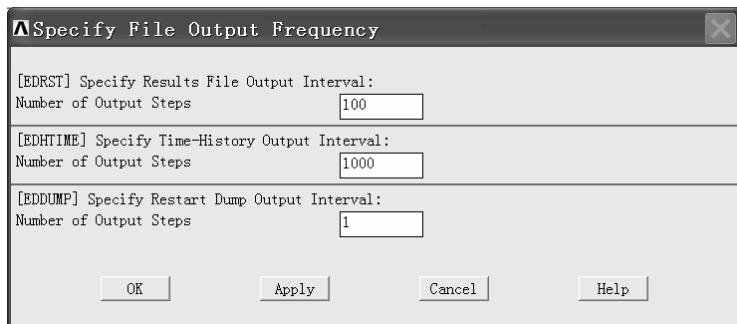

图 3-191 “Specify File Output Frequency” 窗口
(4) 在“Specify Output File Types for LS-D...”窗口中“File options”后的方框中选择“Add”，在“Produce output for...”后的方框中选择“LS-DYNA”，然后单击该窗口中的“OK”按钮。
(5) 依次选择 Main Menu>Preprocessor>Solution>Output Controls>File Output Freq>Number of Steps，弹出“Specify File Output Frequency”窗口（见图 3-191）。